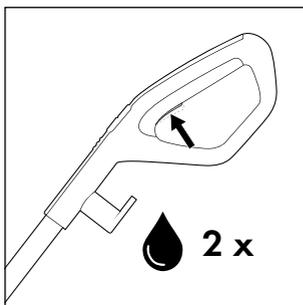
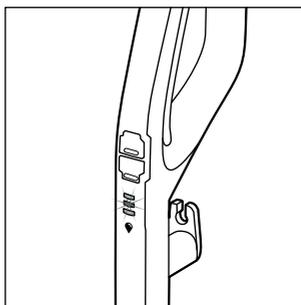

Fig. 18
Fig. 19
- ◆ Prima di ogni uso premere due volte brevemente l'interruttore della soluzione detergente **15** per attivare la funzione di spruzzo continuo e preparare il rullo a spazzola **6** all'uso con soluzione detergente (vedere fig. 18). L'indicazione della soluzione detergente  **12** lampeggia alternatamente con luce blu quando la funzione di spruzzo continuo è attivata o si mantiene premuto l'interruttore della soluzione detergente **15** (v. fig. 19).